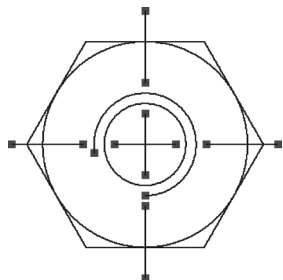

图 3-67 打开模型文件
STEP 01 单击快速访问工具栏中的“打开”按钮, 打开模型文件, 如图 3-67 所示。